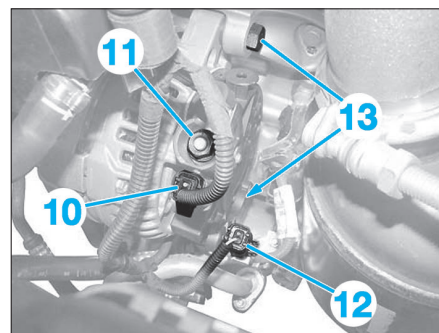

Fig. 5
- Débrancher le connecteur (10) (Fig.5).
- Déposer l'écrou (11).
- Débrancher le faisceau électrique (12).
- les vis (13),